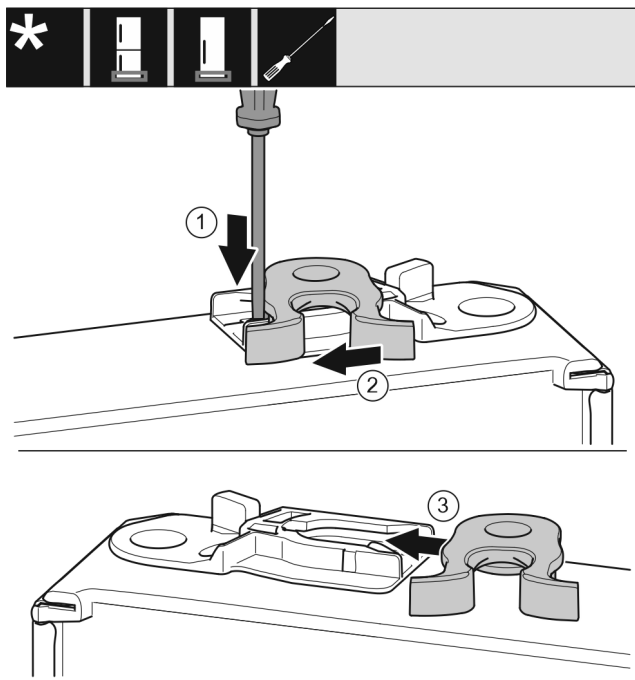

Fig. 18
- За допомогою шліцевої викрутки притисніть накладку Fig. 18 (1) униз.
- Витягніть із напрямної запірний гачок Fig. 18 (2).
- Вставте запірний гачок Fig. 18 (3) у напрямну з іншого боку.